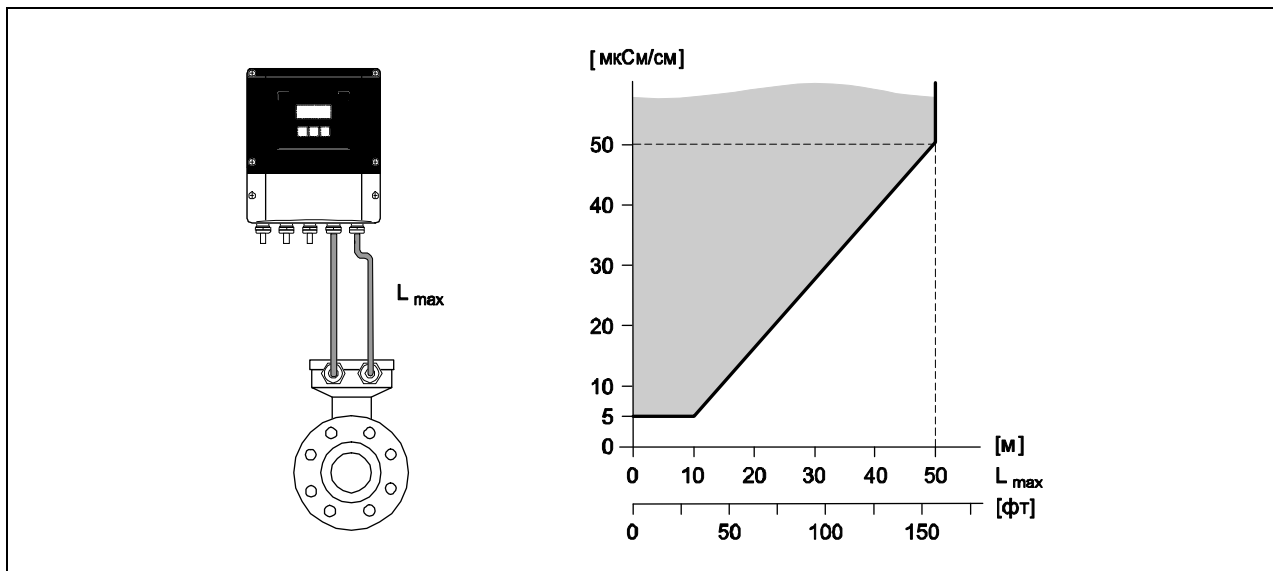

Рис. 16: Допустимая длина соединительного кабеля в зависимости от проводимости среды для варианта раздельного исполнения
- Допустимая длина кабеля  $L_{\max}$  зависит от проводимости жидкости (Рис. 16)